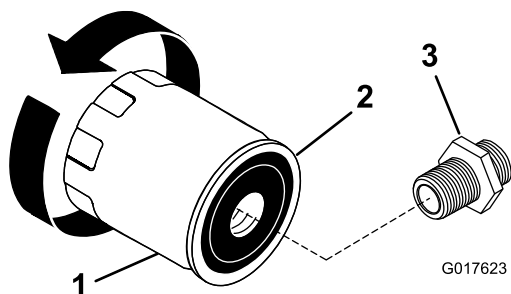

Figure 19
2. Retirez le filtre à huile usagé et essuyez la surface du joint de l'adaptateur (Figure 19).
3. Appliquez une fine couche d'huile neuve sur le joint en caoutchouc du filtre de rechange (Figure 19).
5. Tournez le filtre à huile dans le sens horaire jusqu'à ce que le joint touche l'adaptateur, puis donnez 1/2 à 3/4 de tour supplémentaire (Figure 19).